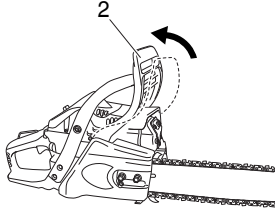

Fig. 2
1. Tire del dispositivo de seguridad delantero (2) hacia el asa delantera para comprobar que el freno esté desactivado. (Fig. 2)
Operación del freno de la cadena (Fig. 2, 11)